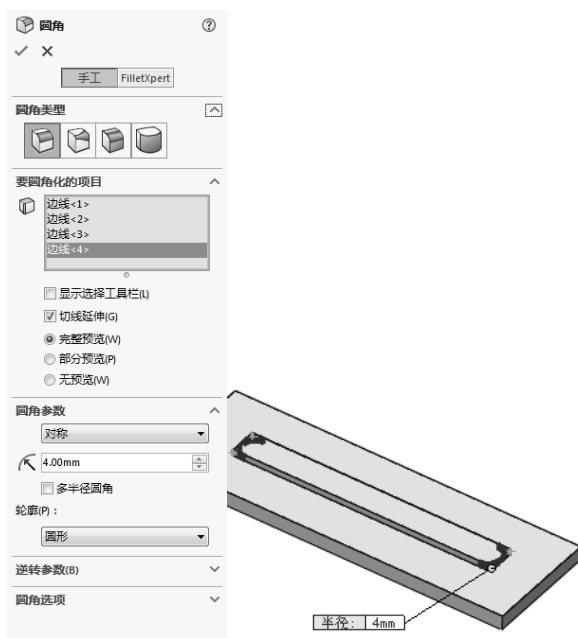

图 10-199 进行圆角 1 操作
⑥ 生成圆角特征。单击“特征”控制面板中的 （圆角）按钮，或选择“插入” → “特征” → “圆角” 菜单命令，系统弹出“圆角”属性管理器，选择“圆角类型”为“恒定大小圆角”，在圆角半径文本框中输入数值“4”，单击鼠标拾取实体的边线，如图 10-199 所